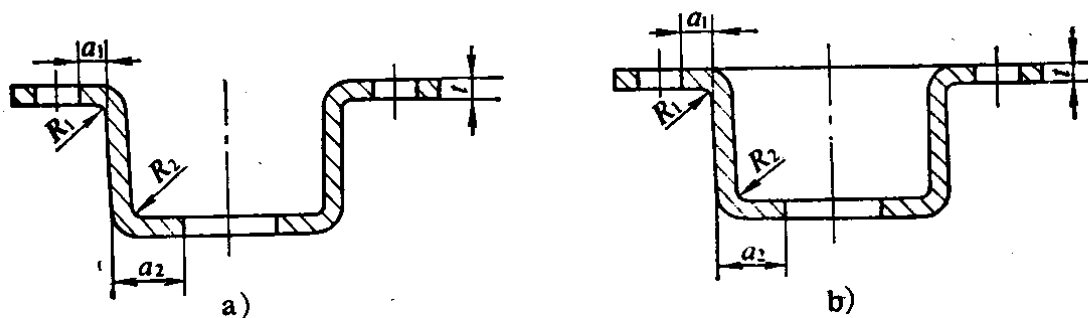

图 11-5 在弯曲或拉深件凸缘上冲孔
5. 在弯曲或拉深工件凸缘上冲孔时(图 11-5),其孔壁与工件直壁之间应保持一定的距离,即其距离 a_1 和 a_2 应满足下式要求: